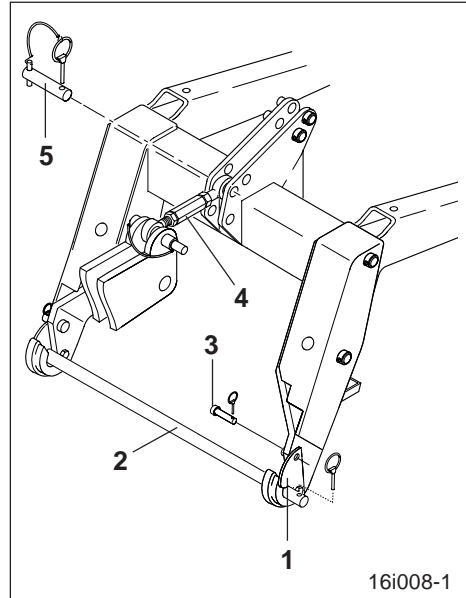

Fig. 13.5
- Mit der Bodenbearbeitungsmaschine an die Sämaschine heranfahren. Angekuppelt werden können Sämaschinen mit Unterlenker-Anlenkpunkten der Kat. II. Nach dem Ankuppeln Sicherungslaschen (Fig. 13.5/1) über die Zapfen (Fig. 13.5/2) der Unterlenker schwenken und jede Sicherungslasche mit einem Bolzen (Fig. 13.5/3) und Klapenstecker sichern.
- Den kurzen Oberlenker (200 bis 260 mm - Fig. 13.5/4) am oberen Anlenkpunkt der Sämaschine und am Hubrahmen mit dem Bolzen $\varnothing 25 \times 100$ mm (Fig. 13.5/5) abstecken. Bolzen mit einem Klapstecker sichern und die Sämaschine gerade ausrichten.